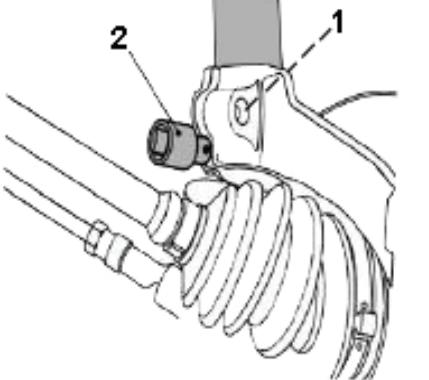

Fig. 2
- **Fig. 2** Befestigungsschraube (1) des Federbeins am Achsschenkel ausbauen.
- Achsschenkel mit dem Spreizwerkzeug (2) etwas aufspreizen.
- **Fig. 2** Remove the McPherson strut's mounting screw (1) on the steering knuckle.
- Spread the steering knuckle using the expansion tool (2).
- **Fig. 2** Démonter la vis de fixation (1) de la jambe élastique sur la fusée d'essieu.
- Ecartez légèrement la fusée d'essieu avec une broche extensible (2).
- **Fig. 2** Quitar el tornillo (1) de fijación del amortiguador en el muñón del eje.
- Abrir ligeramente el muñón del eje con la llave separadora (2).